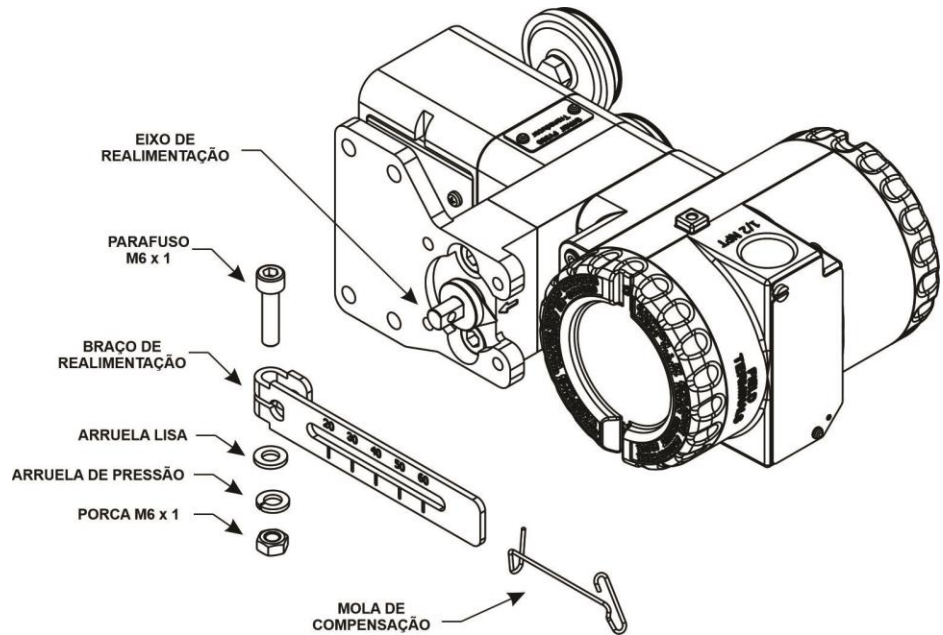

Figura 1.11 – Montagem do braço de realimentação
5. Conecte o braço de realimentação à extremidade do eixo de realimentação do FY500 com parafuso M6x1, porcas sextavadas M6, arruelas de pressão e arruelas lisas. As marcações no braço de realimentação devem ficar visíveis para o operador/instalador. Instale a mola compensadora no braço de realimentação. Veja figura 1.11.